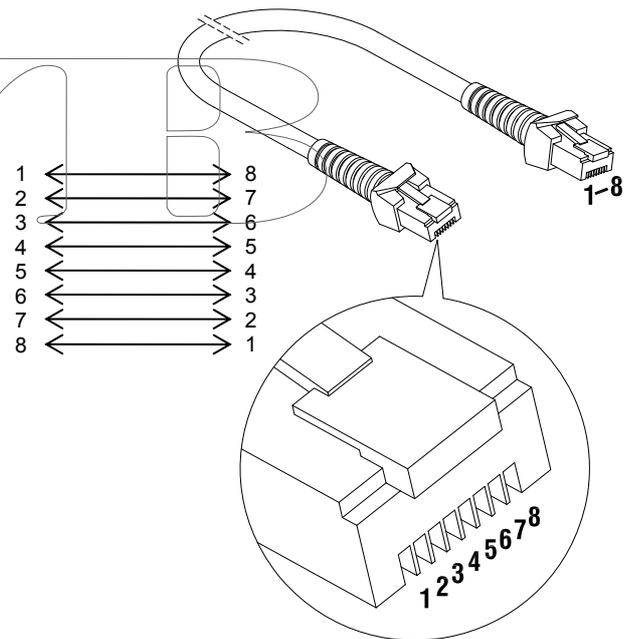

Figura 20:
- Cable de Corriente Continua (CC) para conectar las conexiones del Mass Combi al distribución de CC (consulte el apartado 5.3.2);
- En el caso de funcionamiento en paralelo (apartado 3.4): Cable de comunicación modular de 8 polos (15m de longitud máxima) para la comunicación entre los Mass Combi A y B. Consulte la figura 20.